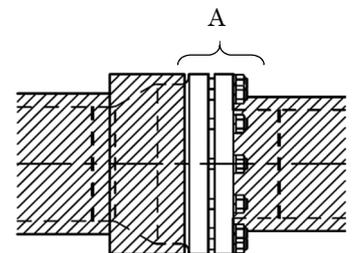

図7 保温材露出部
- 5.3 保温する場合は図7に示すA部は保温材で覆わないでください。